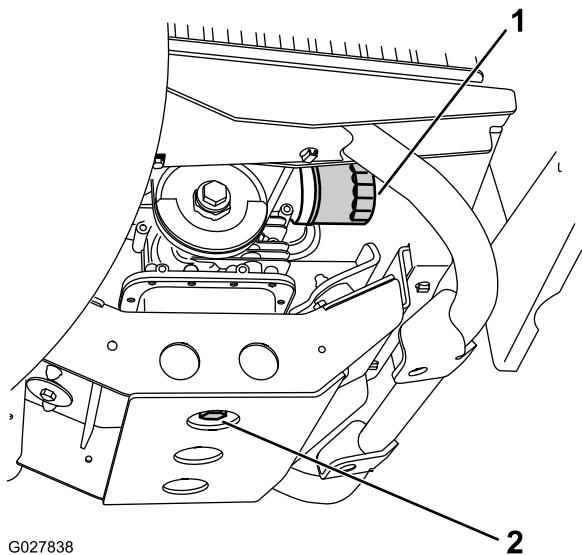

図 36
- ドレンプラグの下に、容量1.6リットル程度の大きさのオイル受け容器をおく (図 36)。
6. ドレンプラグを抜く(図 36)。
7. ドレンプラグとシール図 36を元通りに取り付け、 $45 - 53 \text{ N m}$ $4.6 - 5.4 \text{ kg m} = 33 - 39 \text{ ft-lb}$ にトルク締めする。
- 既存のオイルフィルタを外す図 36。
- ガスケットが取りつけプレートに当たるまで手で回して取り付け、そこから更に1/2-3/4回転増し締めする図 36。